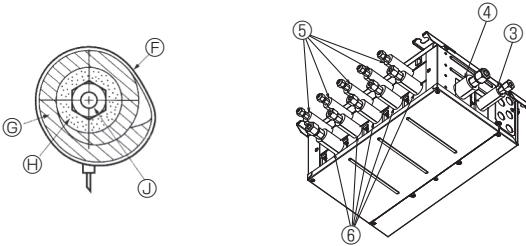
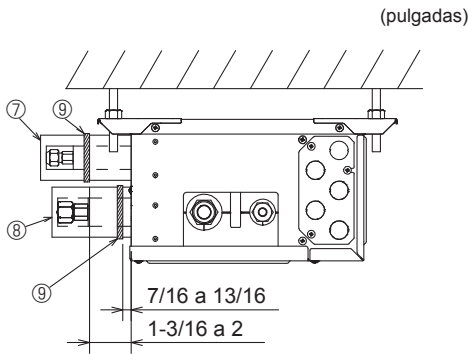

Fig. 7-4
Fig. 7-5
- Aísle los tubos de líquido y de gas de la caja de derivación aplicando alrededor de ellos espuma de polietileno resistente al calor. (Fig. 7-4)
- (5) Presione las cubiertas de los tubos ③ y ⑤ de la tubería de líquido contra la unidad y envuélvala para que se fije. (Fig. 7-4)
- (6) Presione las cubiertas de los tubos ④ y ⑥ de la tubería de gas contra la unidad y envuélvala para que se fije. (Fig. 7-4)
- (7) Aplique las cintas suministradas ⑨ en una posición de 7/16-13/16 pulgadas (10-20 mm) de cada extremo de las cubiertas de los tubos (③④⑤⑥).
- (8) Si la unidad interior no está conectada, ajuste las cubiertas de los tubos que se suministran (con las tapas, ⑦ y ⑧) en las conexiones de los tubos de refrigerante de la caja de derivación contra la unidad para evitar el goteo de condensación de los tubos. (Fig. 7-5)
- (9) Fije las cubiertas de los tubos (⑦⑧) con las cintas ⑨ suministradas.
## 7.2. Manejo de los puertos que no están conectados a la unidad exterior (Fig. 7-5)